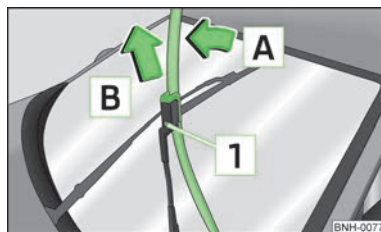

Fig. 29
- Ridicați brațul ștergătorului de lunetă de pe lunetă și basculați puțin lamela ștergătorului de lunetă în sensul brațului ștergătorului de lunetă, săgeata **A** » fig. 29.